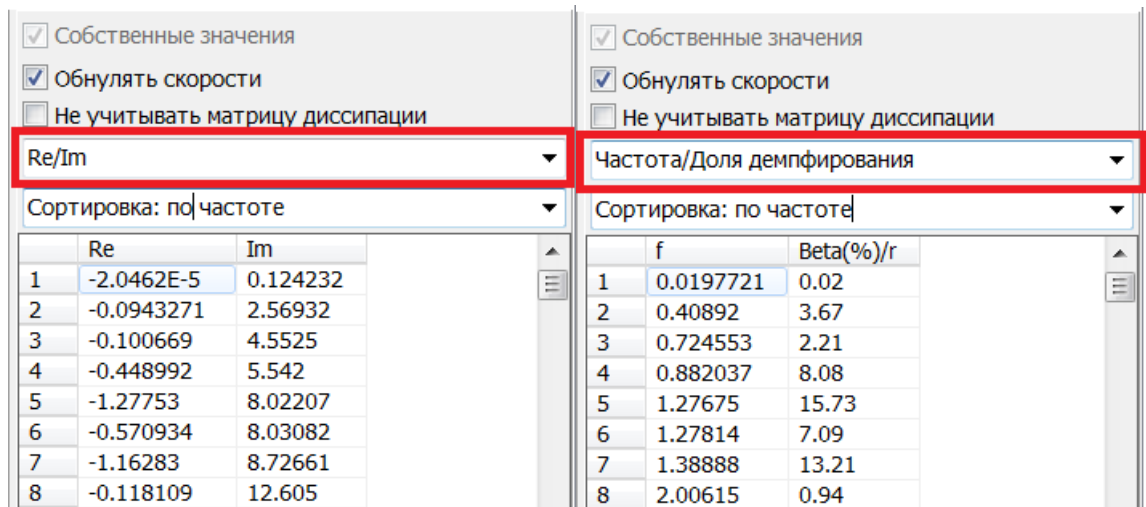

Рис. 4.142. Различные виды представления СЗ
- *Формат СЗ*, рис. 4.142.
либо парами комплексно сопряженных чисел (рис. 4.142, слева)
и доля демпфирования (рис. 4.142, справа)
- Для расчета СЗ при стационарном движении (при ненулевых значениях скоростей) следует отменить обнуление скоростей (рис. 4.142).
- Ключ **Не учитывать матрицу диссипации** (рис. 4.142) отключает при расчете силы, зависящие от скорости, то есть матрица C полагается равной нулю, п. 4.5.1.5. "Расчет собственных значений и собственных векторов", стр. 4-155. При этом, если отсутствуют неконсервативные силы, то собственные значения будут совпадать с частотами, а собственные векторы – с формами колебаний. Возможные небольшие отличия в значениях частот связаны с погрешностью расчетов матриц конечно-разностным методом. Если в системе присутствуют неконсервативные силы (например – следящие силы), то результаты расчета частот и СЗ при отключении диссипативных сил будут различными.